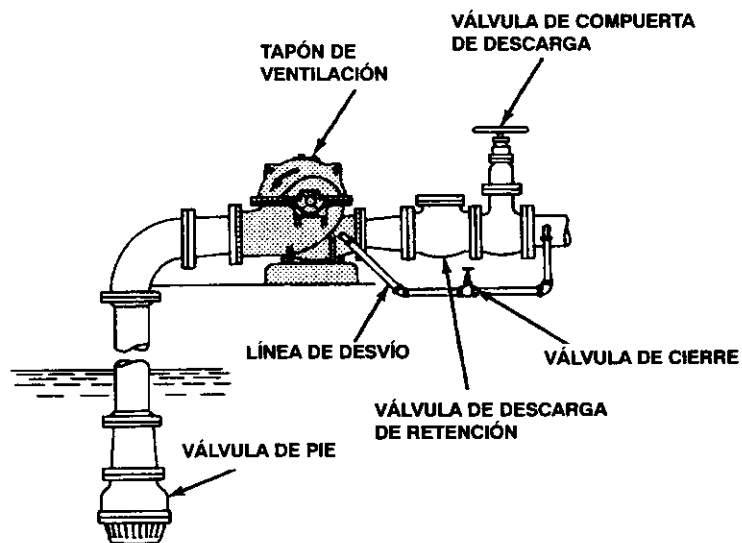

Figura 2-28
- (c) En cualquiera de estos métodos (1) y (2) la bomba permanecerá cebada, con tal que la válvula de pie esté estanca. Sin embargo, cualquier falla de la válvula de pie cuando la bomba está sin funcionar permitirá que la bomba pierda su cebado. Durante largos períodos sin funcionamiento, la bomba también puede perder su cebado a través de fugas de los prensaestopas.
3) *Desviando alrededor de la válvula de retención de descarga (Figura 2-28).*